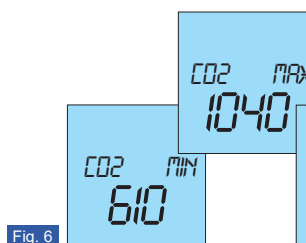

Fig. 6
- il valore di **CO2 minima** misurata dall'ultima accensione del dispositivo (Fig. 6).